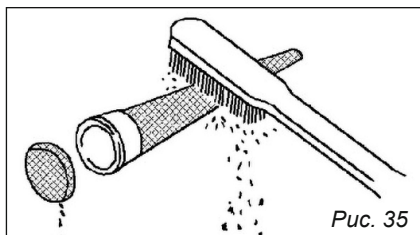

Рис. 35
3. Очистите нагар на экране глушителя и искрогасителе с помощью проволочной щетки, рис. 35.